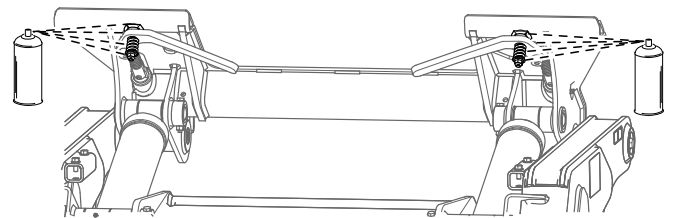

Figure 50
7. Graissez les tringleries d'attache rapide avec un lubrifiant en aérosol (Figure 50).